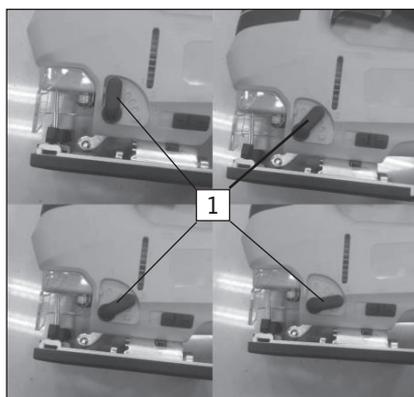

Fig. 6
Pour régler l'angle de coupe orbitale, tournez le levier de coupe à mouvement orbital vers l'avant ou vers l'arrière jusqu'au numéro du réglage souhaité (1) (Fig. 6).